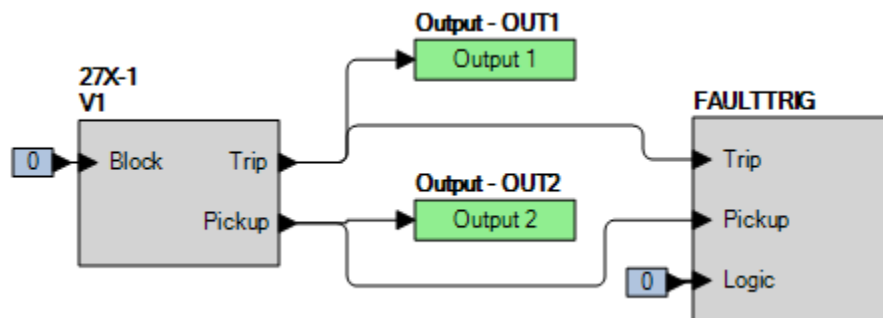

Figure 67-2. Paramètres *BESTlogicPlus* (mode V1)
Étape 2 : Utilisez *BESTCOMSPPlus* pour configurer la Logique programmable *BESTlogicPlus* illustrée dans la Figure 67-2.
Étape 4 : Préparez la surveillance de l'exécution de la fonction 27X-1. Cette exécution peut être vérifiée en surveillant la sortie OUT2 (voir Figure 67-2).